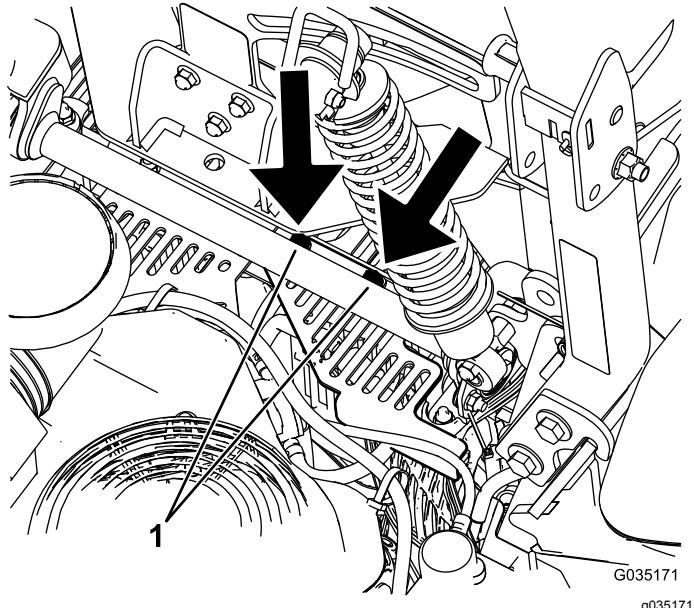

Bild 64
5. Entfernen Sie die zwei Muttern, die in Bild 64 abgebildet sind, um die Haube der Hydraulikanlage abzunehmen.